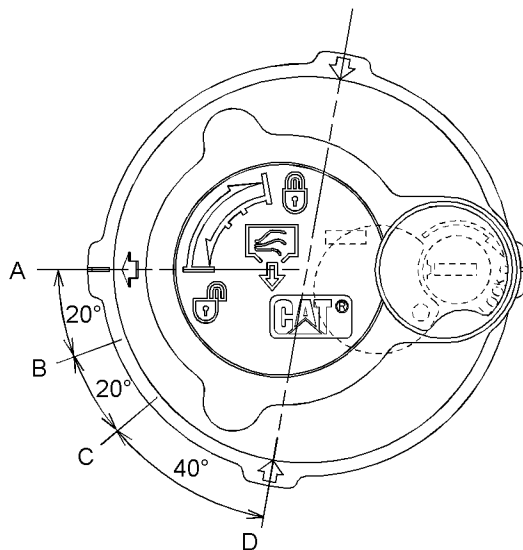

Fig. 417
- (A) Stillingen LÅS
- (B) Stillingen TRYKUDLIGNING - START
- (C) Stillingen TRYKUDLIGNING - SLUT
- (D) Stillingen ÅBEN
3. Aflast det tryk, der kan findes i returhydraulikkredsløbet, ved hjælp af følgende procedure. Se fig. 417 for at få vist påfyldningsdækslets positioner.
- a. Drej påfyldningsdækslet mod uret, uden at påføre nedadgående tryk, og flyt pilen fra position (A) til position (B).
- b. Aflast trykket i mindst 45 sekunder ved at flytte pilen fra position (B) til position (C).
- c. Tryk ned på midten af påfyldningsdækslet. Uden at vippe påfyldningsdækslet flyttes pilen fra position (C) til position (D).
- e. Spænd påfyldningsdækslet fast på hydrauliktanken til position (A).